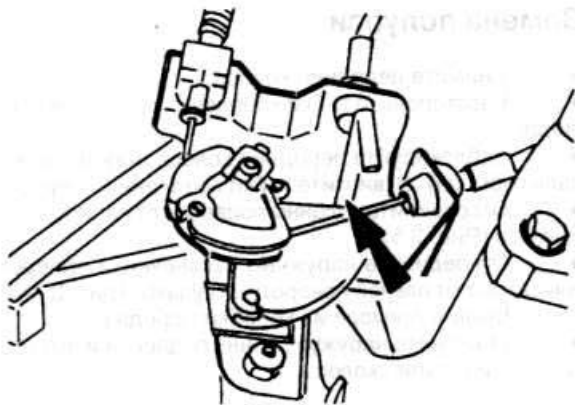

Рис. 3.53
- ◆ Установите приспособление 23-019 (рис. 3.53).